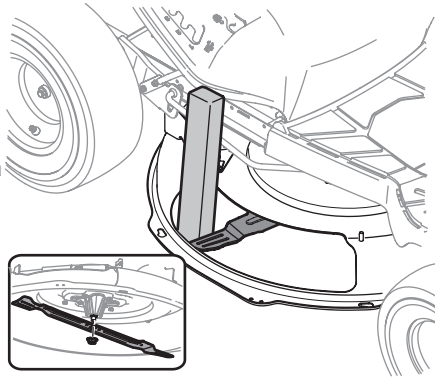

Figura 21
2. Use un bloque de madera o un 2 x 4, insértelo dentro de la abertura de la plataforma y haga girar la cuchilla hasta que la madera haga cuña entre la abertura de la plataforma y la cuchilla de corte, como se indica en la Figura 21.